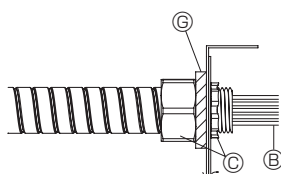

Fig. 8-6
- Lors du perçage des orifices prédécoupés de la plaque de la gaine électrique, prenez soin de ne pas déformer ni d'altérer la plaque. En outre, lors de l'installation de la plaque de conduit, veillez à ce qu'il n'y ait pas d'espace entre la plaque et les tuyaux du conduit ou les orifices des conduits, sinon cela pourrait provoquer une panne de la carte contrôleur à cause de l'invasion de petites créatures ou d'insectes. (Fig. 8-6)